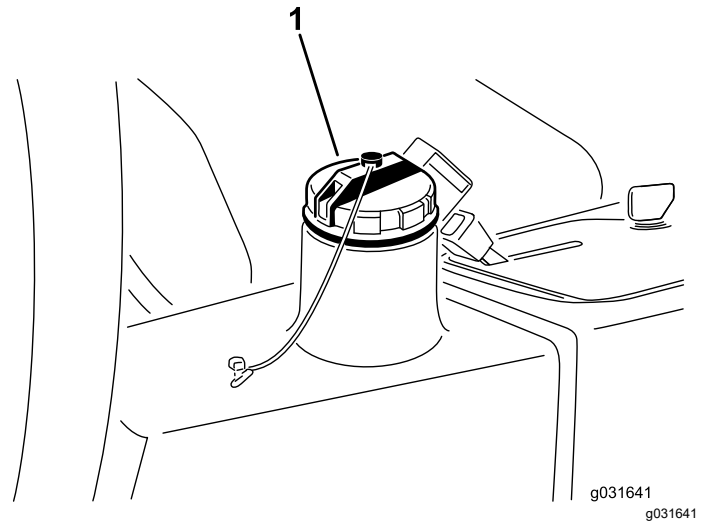

Figura 67
4. Llene el depósito (Figura 67) con aproximadamente 13,2 litros de aceite hidráulico; consulte Comprobación del sistema hidráulico (página 59).